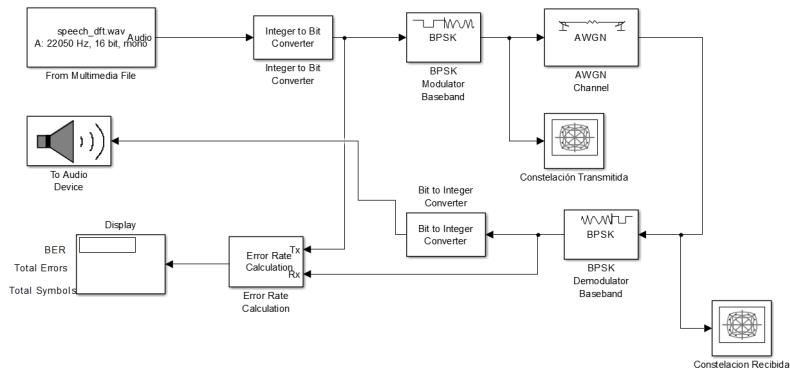

Figura 10: Bloque Modulador y Demodulador BPSK para streaming de audio
1. Localice el archivo **BPSK_Sound.slx** y proceda a abrirlo. Es importante que inspeccione el archivo y los bloques estén interconectados de forma correcta. En la figura 10 se muestra el diagrama de bloques para un modulador y demodulador en Simulink. **NOTA: Es importante tomar en cuenta que el bloque To Audio Device fue usado para la versión de Matlab 2015b pero para versiones superiores puede utilizar Audio Device Writer si fuera necesario que le de un problema. Finalmente el archivo de audio debe ser localizado en la ubicación del directorio para que pueda abrir.**